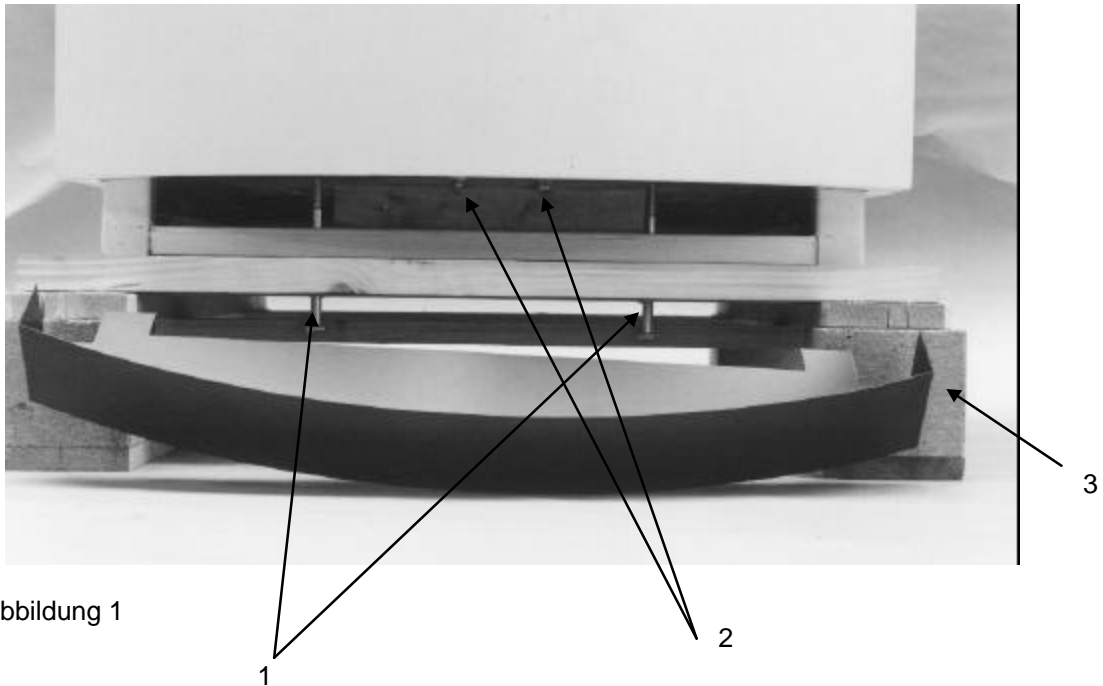

Abbildung 1
- Entfernen Sie zuerst die zwei Befestigungsbolzen, mit denen die Maschine auf der Palette befestigt ist (siehe Abbildung 1, Nummer 1).
- Am vorgesehenen Standort können Sie die Fußleiste mit den mitgelieferten Schrauben an der Vorderseite der Maschine wieder anbringen (siehe Abbildung 1, Nummer 3).